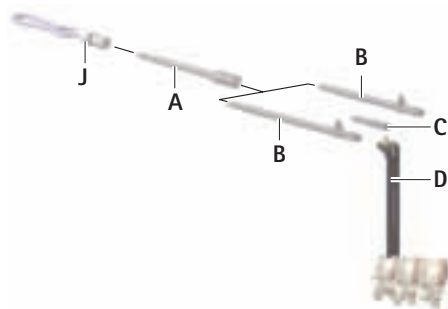

Fig. 2
- Si es necesaria una prolongación, conectar la pieza de conexión con acoplamiento rápido **A** al acoplamiento correspondiente, ver Fig. 2.